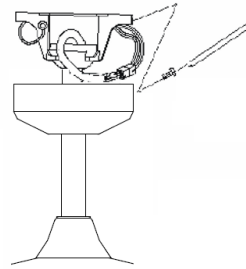

Fig. 9
- Cubra el soporte de montaje con el dosel. Asegúrese de que todo el cableado eléctrico está dentro del dosel y de que no ha sido dañado durante esta operación. Asegure el dosel al soporte de suspensión utilizando los tornillos suministrados. Fig 9